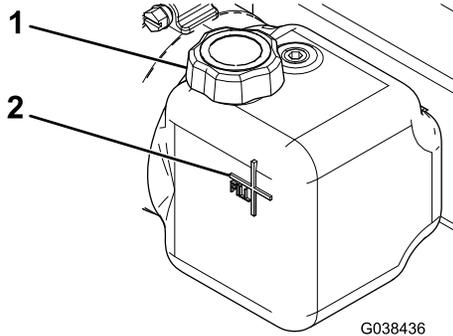

Bild 24
3. Der Flüssigkeitsstand sollte bis zur Füllmarke an der Seite des Tanks reichen (Bild 24). Füllen Sie ansonsten mehr Hydrauliköl auf, siehe Hinzufügen von Hydrauliköl \(Seite 13\).